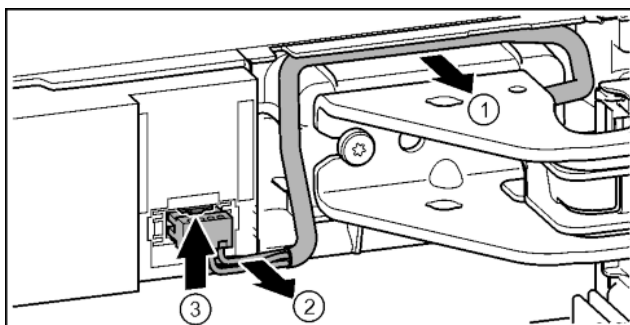

Fig. 18
- ▶ Óvatosan vegye ki a csapágyblokk feletti kábelt a vezető-sínből. Fig. 18 (1)
- ▶ Óvatosan húzza ki a kábelpásmákat a csatornából. Fig. 18 (2)
- ▶ Nyomja felfelé a fedőlemezt, és óvatosan húzza ki a dugót. Fig. 18 (3)